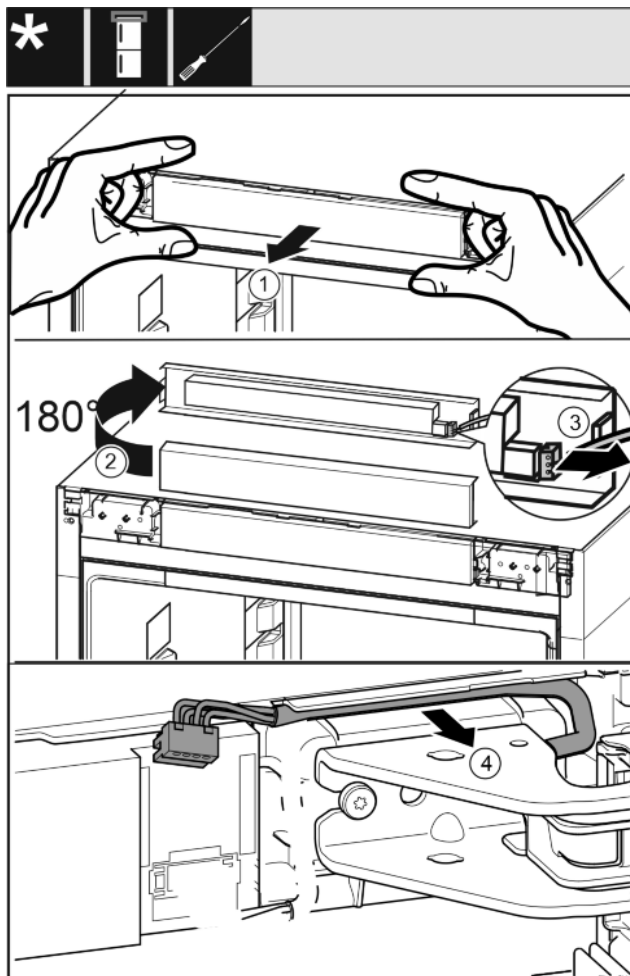

Fig. 6
- ▶ Bedienblende des Geräts vorsichtig nach vorne lösen. *Fig. 6 (1)*
- ▶ Bedienblende nach oben um 180° drehen. *Fig. 6 (2)*
- ▶ Die Rastnase nach hinten drücken und den Stecker vorsichtig herausziehen. *Fig. 6 (3)*
- ▶ Kabel über Lagerbock vorsichtig aus der Führung lösen. *Fig. 6 (4)*